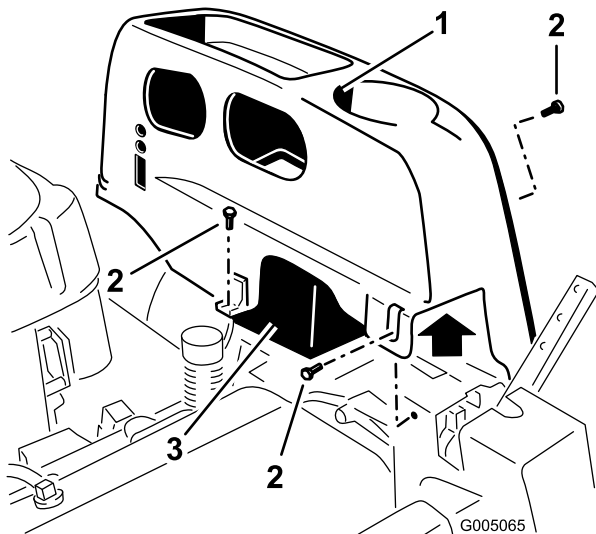

Figure 25
2. Enlevez les vis à tête TORX® (T25) qui fixent le couvercle gauche au châssis, comme illustré à la Figure 25.